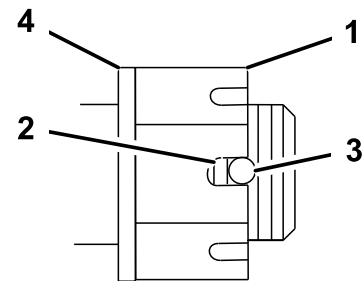

Figura 51
4. Serrate il dado a corona a 170 Nm (Figura 51).
5. Controllate la distanza tra la base della scanalatura del dado e il bordo interno del foro. Devono essere visibili due filetti o meno (Figura 51).
7. Serrate il dado a corona a 170 Nm. (170 Nm) (Figura 51).
8. Serrate il dado fino ad allineare la serie di scanalature successiva con il foro dell'albero (Figura 51).